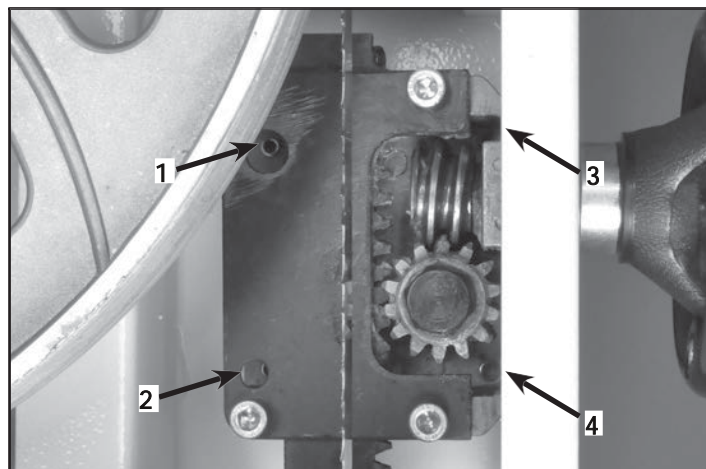

FIGURE 31
3. Ouvrez la porte supérieure et abaissez-le protège-lame tout en bas à la table pour accéder au bloc Guide support. Fig. 31.
5. Il y a aussi quatre vis Set (Fig. 31) fixés à l'arrière du support de guidage à proximité des coins. Si le poste de garde doit être légèrement inclinée vers l'avant ou l'arrière de la table, ou même tordue sur un angle, effectuer le réglage avec ces vis.